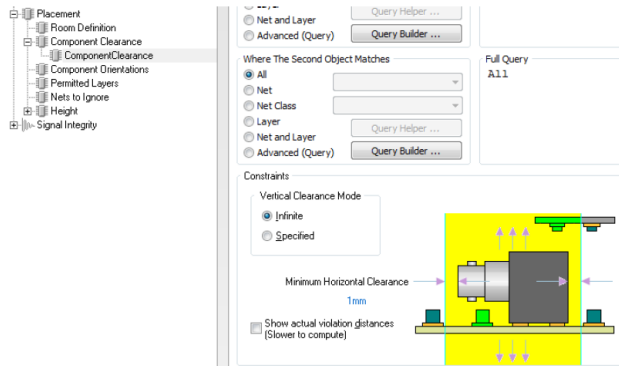

Рис. 28. Установка зазора между компонентами
7. Выбрать Design>>Rules. В открывшемся окне выбрать категорию Placement>>ComponentClearance. Установить курсор на правило ComponentClearance и задать его свойства, как показано на Рис. 28.